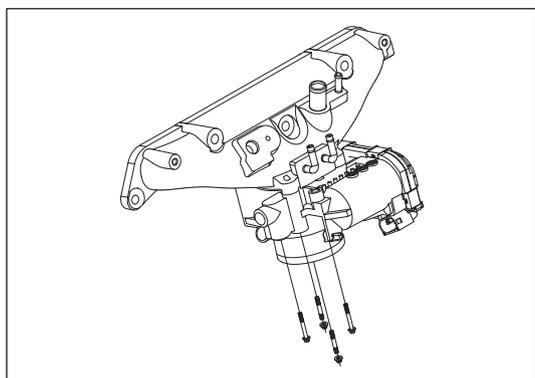

Рис. 8-2-9. Установка дроссельной заслонки
- (5) Установить дроссельную заслонку на впускной коллектор и закрепить ее с помощью двух фланцевых гаек М6 и двух фланцевых болтов М6×50 (см. рис. 8-2-9).